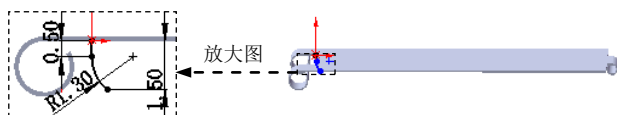

图 14.4.18 横断面草图
(2) 定义特征的横断面草图。
① 定义横断面草图。在草图环境中绘制图 14.4.18 所示的横断面草图。
② 选择下拉菜单 **插入(I)** → **退出草图** 命令, 退出草图环境。
(3) 定义斜接法兰参数。
① 定义法兰位置。在 **法兰位置(N)** 区域中, 单击“折弯在外”按钮 。在 **缝隙距离(N):** 的  文本框中输入切口缝隙值 0.25。
② 定义启程/结束处等距离。在 **起始/结束处等距(O)** 区域下拉列表  中输入 2.0, 在  文本框中输入 2.0, 其他采用默认设置值。
(4) 单击  按钮, 完成斜接法兰 1 的创建。